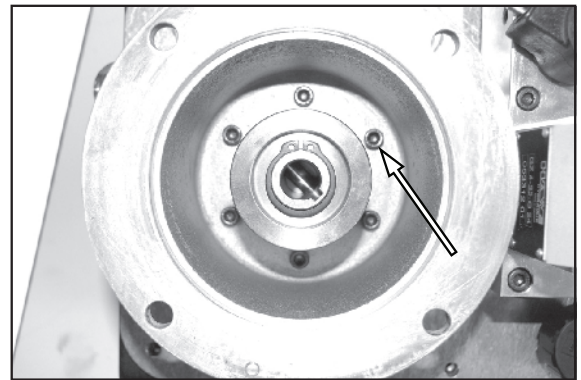

Figura 31.
2. Consulte la Figura 31. Retire los seis pernos de montaje del motor y el montaje.